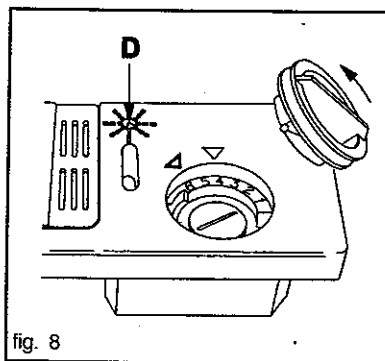

fig. 8
- Aplicar el embudo específico que se encuentra en el interior del lavavajillas sobre la apertura del depósito de sal (fig.8).
- Girar la tapa del depósito 1/4 de vuelta hacia la izquierda y quitarla (fig. 8);